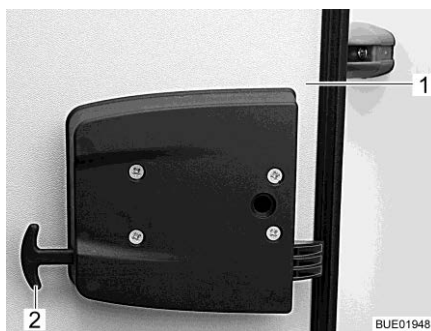

Bild 58 Nödupplåsning garagelucka
- Dra i båda handtagen på nödupplåsningen (Bild 58,2).
- Tryck garageluckan (Bild 58,1) utåt.